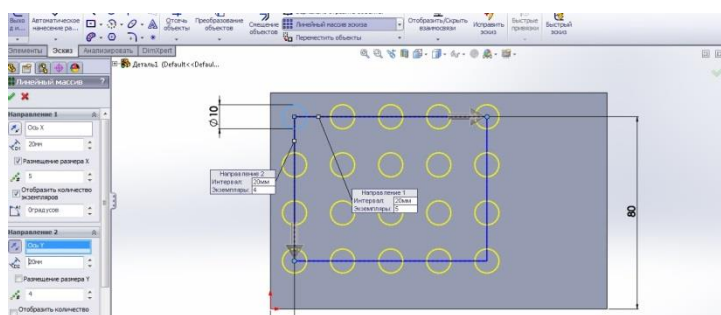

Рис. 5.4
- **Двонаправлений масив.** У Менеджері властивостей треба вказати необхідні параметри із двома напрямками (рис. 5.4).